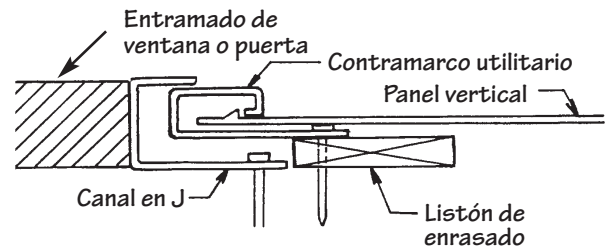

Figura 58.
- Si el panel se corta en la superficie plana, instale un contramarco utilitario, respaldado con enrasillado, en el canal en J. La superficie plana del revestimiento vertical debe perforarse para cerrado con resorte y ajustarse dentro del contramarco utilitario (Figura 58). El panel queda mejor asegurado arriba y debajo de las ventanas y arriba de las puertas cuando el panel se fija en su lugar.